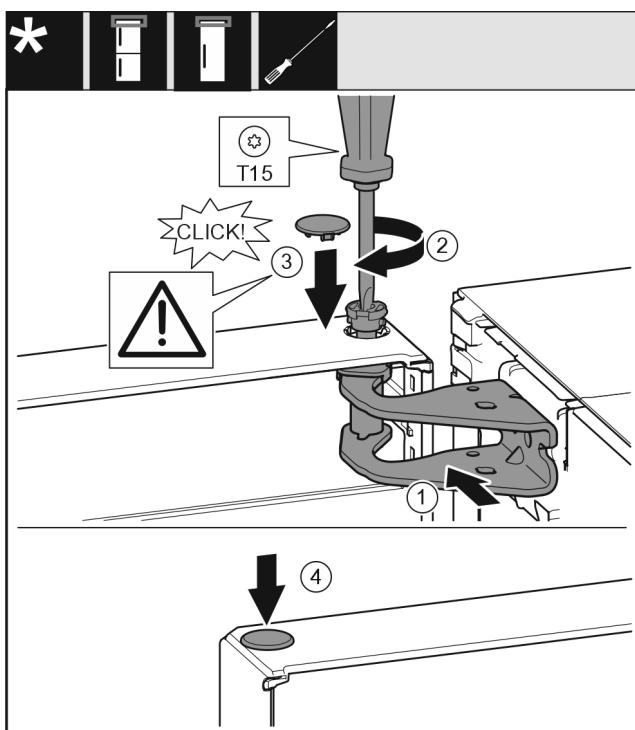

Fig. 13
- Вирівняйте дверцята зверху по отвору в опорному кронштейні. Fig. 13 (1)
- Вставте палець та закрутіть за допомогою викрутки T15. Fig. 13 (2)
- Встановіть захисну кришку для захисту дверцят: вставте захисну кришку і проконтролюйте, щоб вона прилягала до дверцят. Якщо це не так, повністю вставте палець. Fig. 13 (3)
- Вставте пробку. Fig. 13 (4)